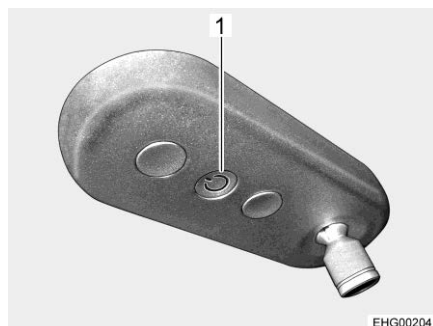

Fig. 95 Lampe - intérieur
- Appuyer sur le bouton Marche/Arrêt (Fig. 95,1).